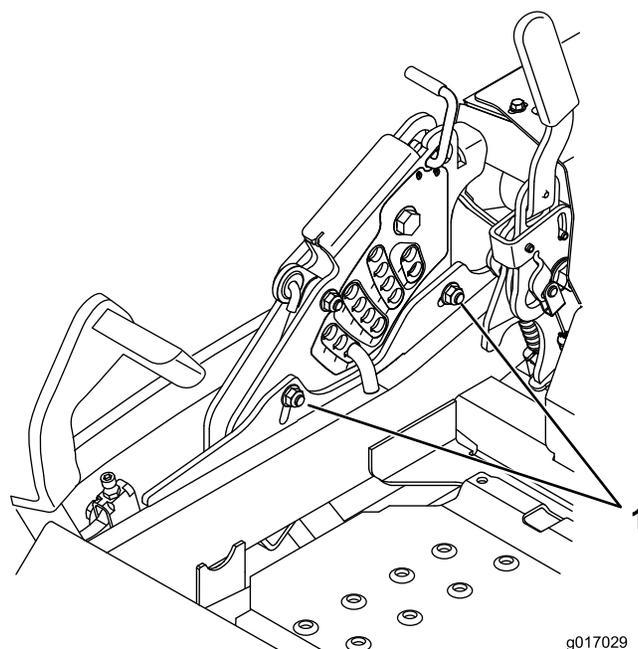

Figura 88
- Para ajustar el sistema de ajuste de un solo punto, afloje los dos pernos situados cerca del borde inferior de la pletina de altura de corte. Consulte Figura 88.
- Apriete los 2 pernos en el borde inferior de la pletina de altura de corte (Figura 88). Apriételos a 18–23 N-m (27 a 33 pies-libra).